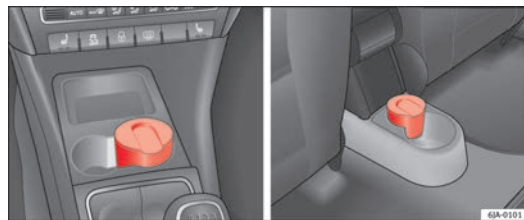

Abb. 84 Mittelkonsole: Aschenbecher vorne / Aschenbecher hinten
- Nehmen Sie den Aschenbecher ⇒ Abb. 84 nach oben heraus.